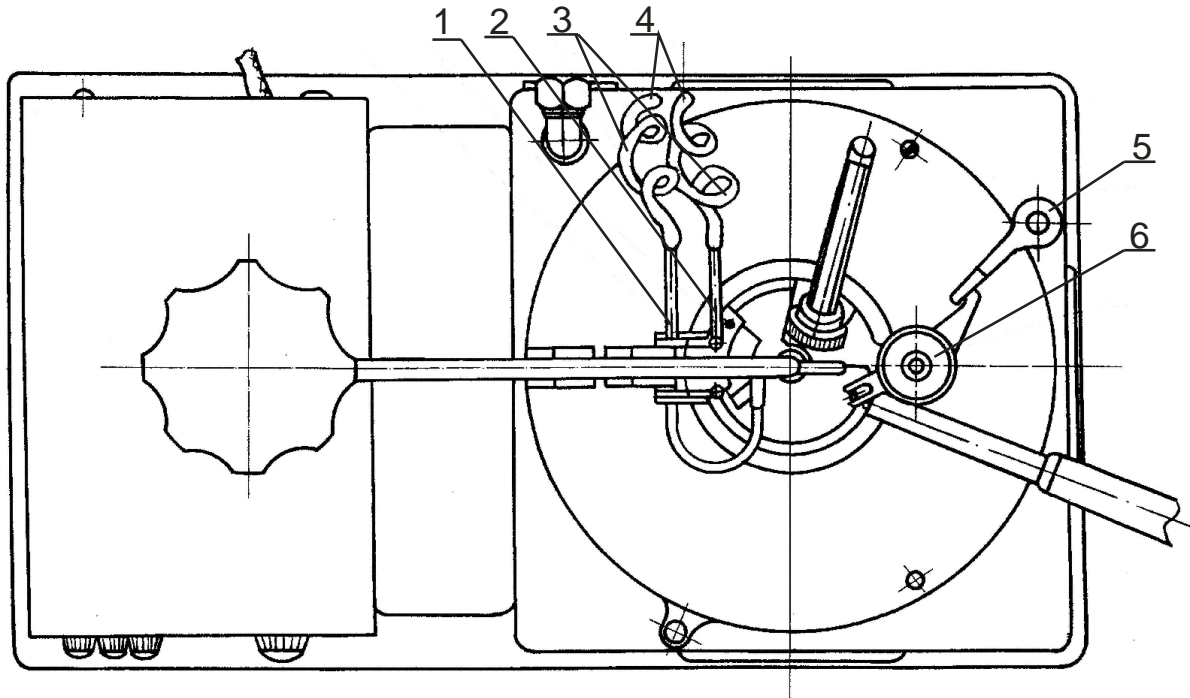

Рисунок6- Аппарат ТВЗ (вид сверху)
*10.1 При подготовке аппарата к работе проверить работоспособность газовой системы. Повернуть ручки открытия и регулировки газа по часовой стрелке до упора. Установить трубку фитиля 2 и запальника 1 в прижим (рисунок 6). Соединить запальник и фитиль резиновыми трубками 3 с трубками подвода газа 4. Концы проволоки из резиновых трубок должны войти соответственно внутрь запальника, фитиля и трубок подвода газа. При работе аппарата резиновые трубки не должны касаться верхнего отражателя термоблока. Повесить на крючок 4 прижим с укрепленными в нем фитилем и запальником.*
Вынуть из ящика латунный тигель и установить его в воздушную баню. Залить в тигель нефтепродукт. Закрывать тигель крышкой и установить на ней прижим с запальником и фитилем, как показано на рис. 6. Вынуть из футляра термометр с диапазоном до 130° С. Установить его в специальное отверстие в крышке тигля. Подключить аппарат к электрической сети.